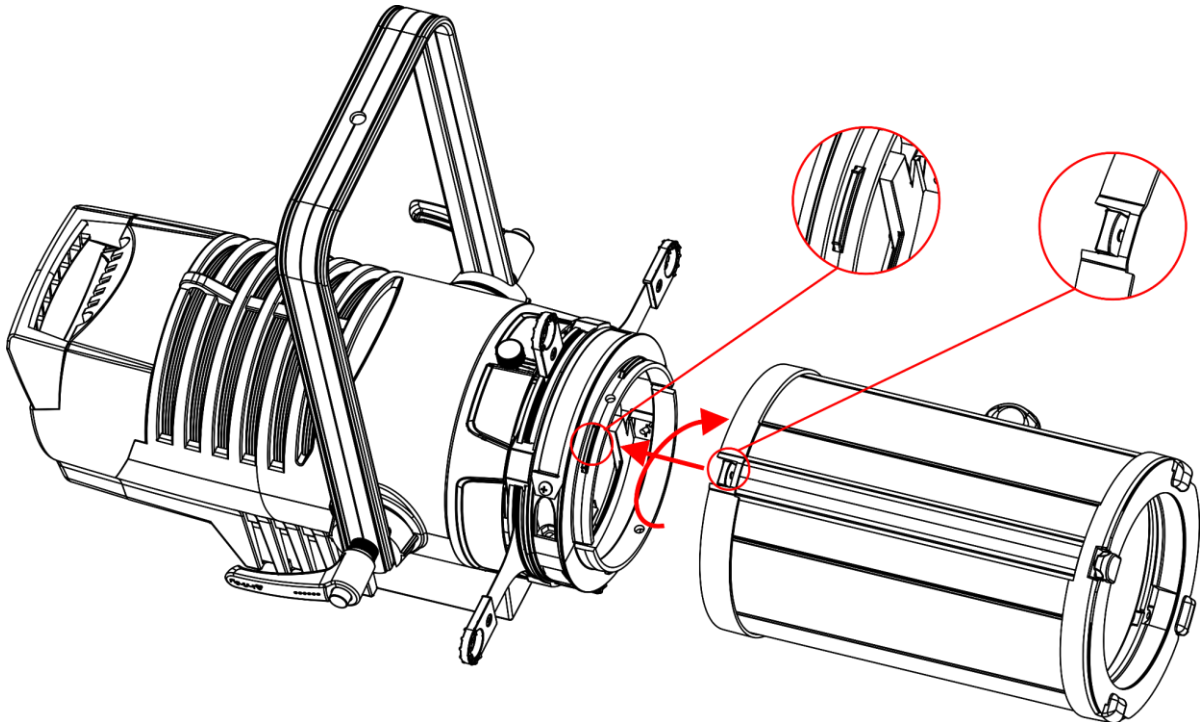

Abb. 07
- 01) Führen Sie den Ausschnitt an der markierten Stelle in den Schlitz der Halterung ein, siehe Abbildung 07.